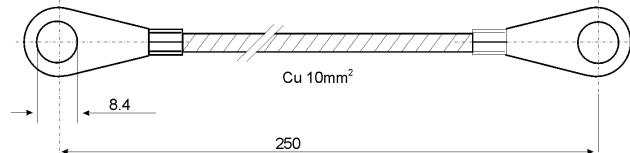

Fig. 8 Tresse souple en cuivre (livré avec chaque capteur)
- Lors de la mise en place du capteur, court-circuiter celui-ci à l'aide du câble souple (tresse souple de cuivre de 10mm², fig. 8), pour éviter les endommagements du capteur par des courants de soudage et de foudre.